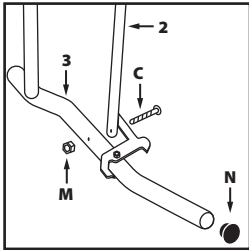

Abb. 4
- Nehmen Sie die Bauteile markiert als **2** und **3**. Befestigen Sie **2** an **3**, benutzen Sie die Befestigungsteile **C** und **M (Abb. 4).**